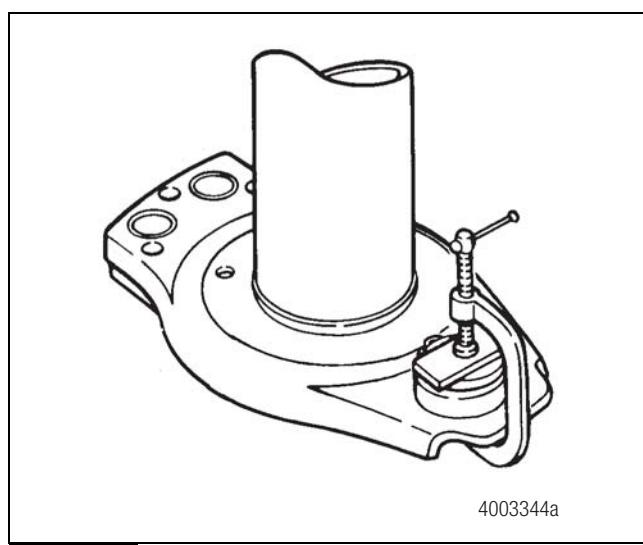
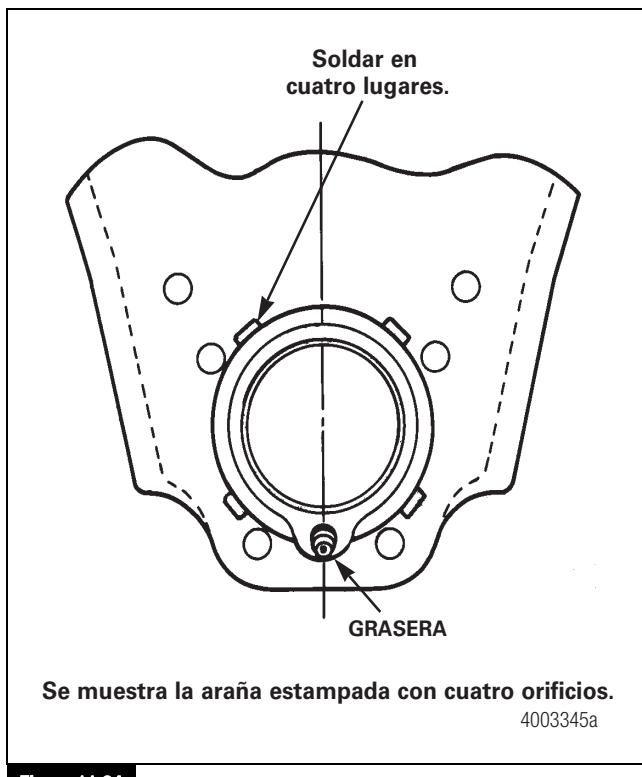

Figura 11.63
Figura 11.64
4. Presione el retenedor nuevo hacia dentro de la araña con una abrazadera en C. Figura 11.63. Verifique que la grasa esté en la posición correcta. Figura 11.64.
5. Suelde el retenedor en cuatro puntos con electrodos AWS E70S3 o E70S6. Cada soldadura debe tener un filete de 0.1875 de pulgada (4.76 mm) y una longitud de 0.375 de pulgada (9.52 mm). Figura 11.64.